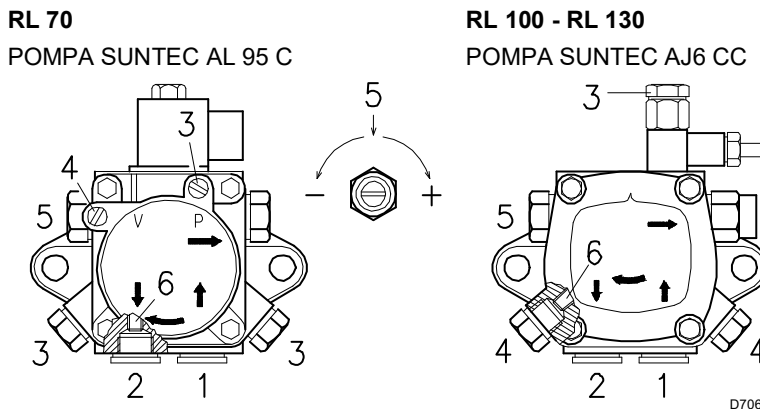

Fig. 17
6.3 Pompa (Fig. 17)
- perché la pompa possa autoinnescarsi è indispensabile allentare una delle viti 3)(Fig. 17) della pompa per sfiatare l'aria contenuta nel tubo di aspirazione.